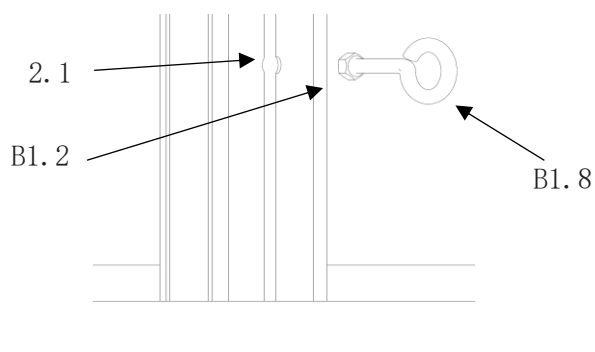

Abb. 36
- die Ringschraube (**Pos. B1. 8**) mit Sechskantmutter (**Pos. B1. 2**) in die Bohrung der Mittelsprosse (**Pos. 2. 1**) stecken. (Abb. 36)